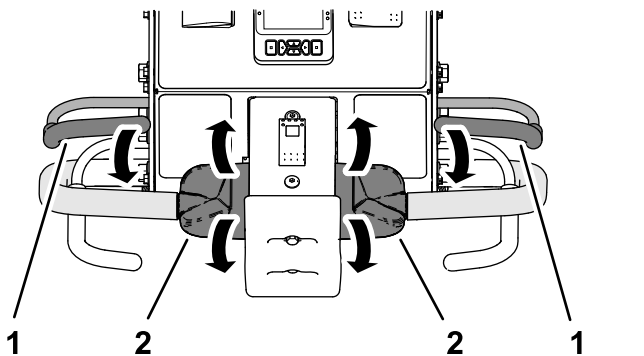

Figura 32
2. Aperte uma das pegas de presença do operador da barra de ligação e rode o comando da tração (Figura 32) para a frente ou rode-o para trás, e ligue o motor.